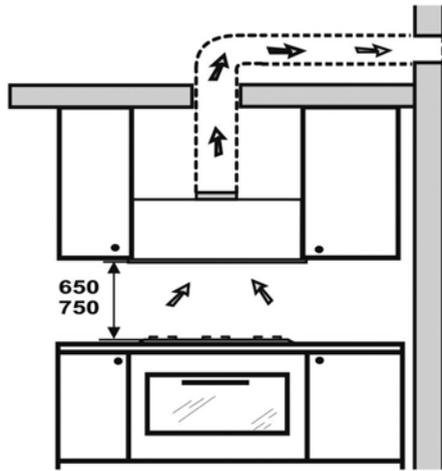

Fig.3
- Il serait bon d'installer la hotte de façon à ce que la fiche de connexion soit accessible à l'utilisateur. (Fig. 3)
- Cet appareil doit être encastré dans la partie inférieure du placard de cuisine suspendu ou dans un autre support. Les mesures de la hotte et du trou au niveau de la partie inférieure du placard suspendu sont indiquées sur la figure 3.
- L'appareil est doté d'une sortie d'air vers le conduit d'extraction. Il est livré avec une bague de connexion. (Fig. 3-C) pour relier la hotte au tube d'évacuation.